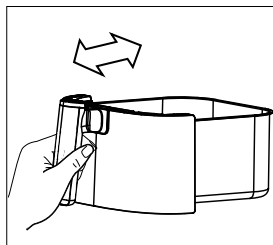
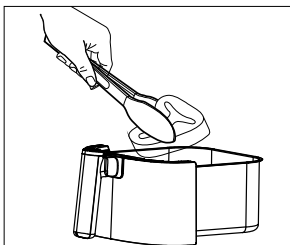

Fig. 4
Fig. 5
- ▶ Per risultati ottimali scuotere il contenitore (8) (Fig. 4) oppure girare gli alimenti (Fig. 5) durante la cottura, soprattutto quei cibi che tendono a sovrapporsi.